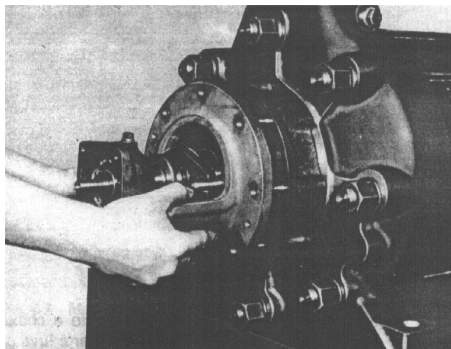

Fig. 6
- Extrair o Mancal, com as mãos. (Vide fig. 6)